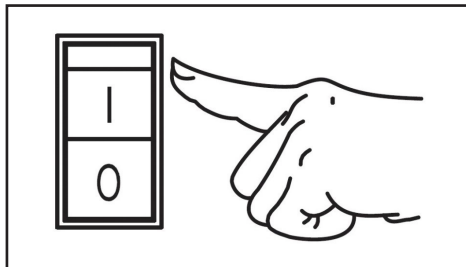

Рис. 15 Выключатель зажигания
4. Выключатель зажигания переведите в положение «ON» (Включено) (Рис. 15).